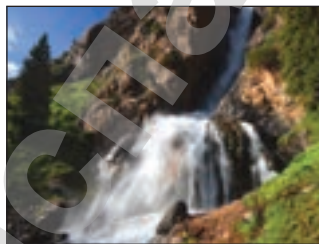

Рис. 74. Водопад Бурканбулак.
1. Почему течение реки в широкой части ламинарное, а в узкой может стать турбулентным? Почему течение воды в водопадах турбулентное (рис. 74)?